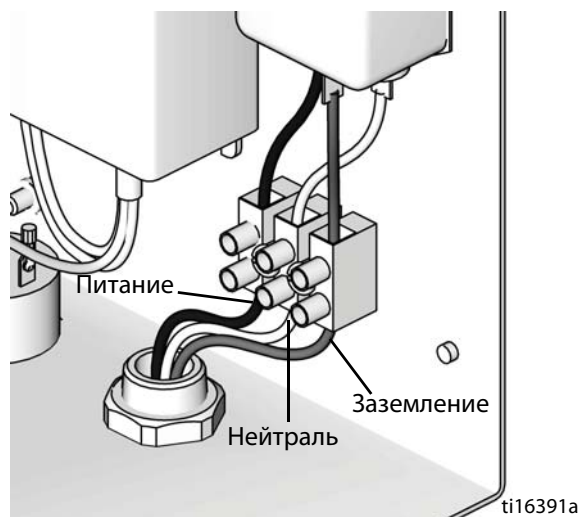

Рис. 6. Электрическое подключение блока управления
2. Подключите силовой кабель к клеммной колодке (см. Рис. 6).